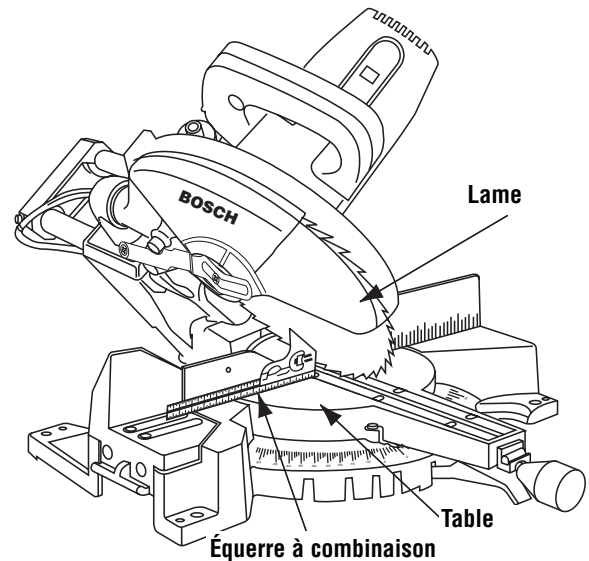

Figure 8. Lame à 45° par rapport à la table
4. Desserrez la poignée de blocage de biseau et inclinez la tête au biseau de 45°. Vérifiez la butée de biseau 45°. L'indicateur de biseau doit être sur la marque 45°, la butée de biseau 45° doit être entièrement en contact avec la vis d'arrêt de biseau 45°, et la lame doit être en contact avec toute la longueur de l'équerre à combinaison (Figure 8).